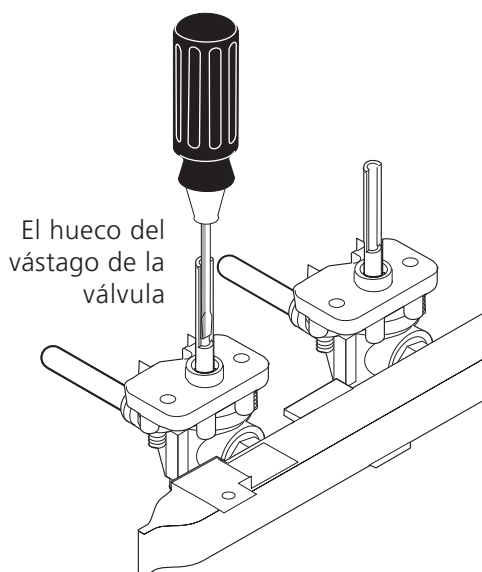

Figura 11
4. Verifique el ajuste "LO" O "SIMMER" de las válvulas de superficie de quemador (ver Figura 11)